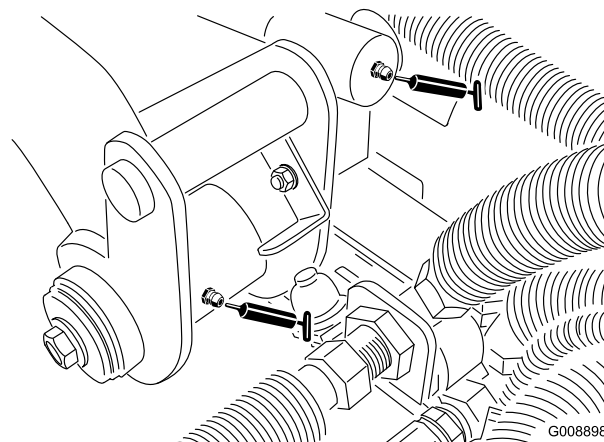

Figura 35
- Pivote y cilindro de elevación del brazo de elevación trasero (2) (Figura 35)